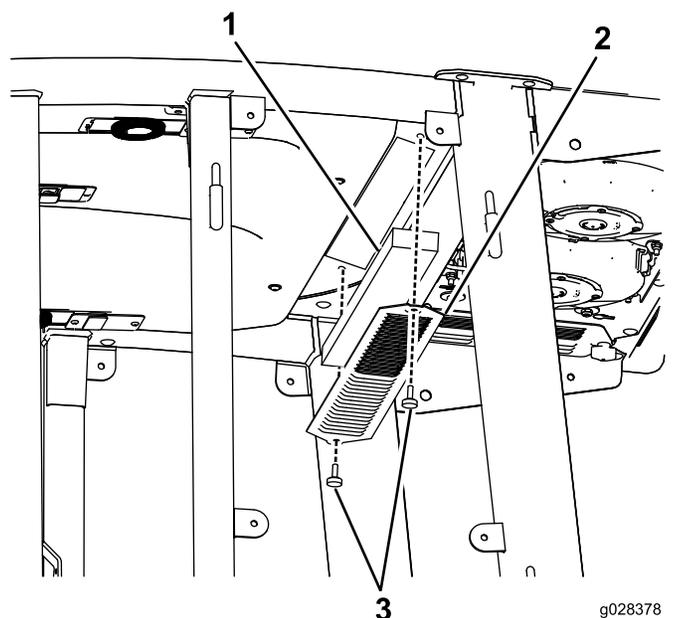
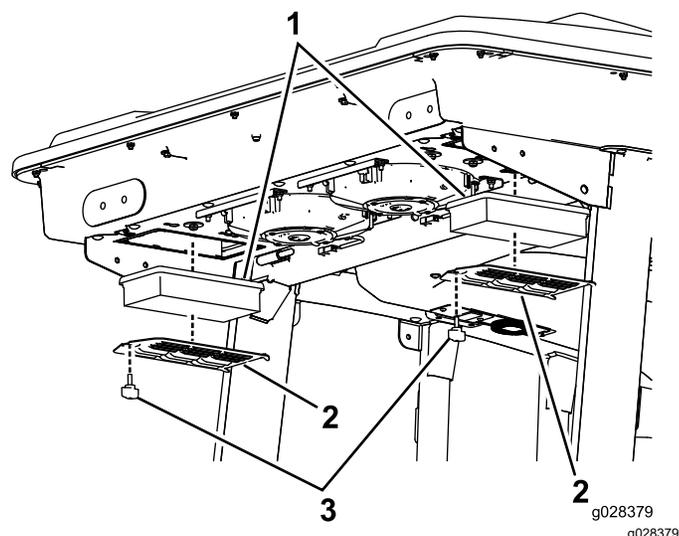
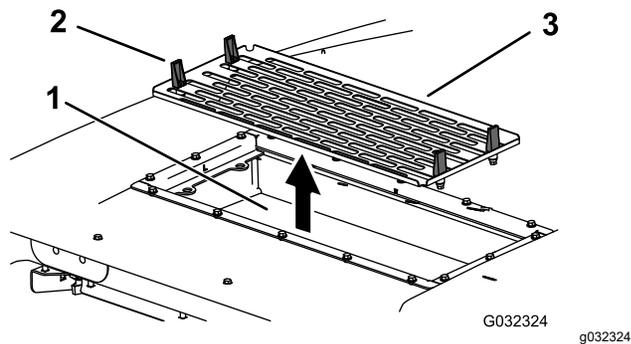

Figura 93
Figura 94
**Figura 96**
1. Rimuovete le viti e le griglie sia dal filtro dell'aria interno alla cabina, sia da quello sulla parte posteriore della cabina (Figura 93 e Figura 94).
4. Togliete i filtri dell'aria (vedere Figura 94).
6. Installate i filtri dell'aria, la griglia e il gruppo ventola (Figura 94, Figura 96 e Figura 97).
7. Collegate il filo per ciascuna ventola (Figura 96).